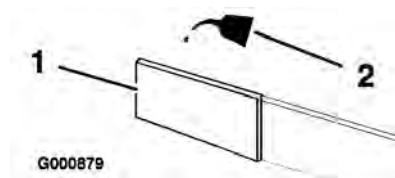

Figure 21
- C. Imbibez l'élément d'huile moteur fraîche (Figure 21) puis pressez l'élément pour éliminer l'excédent d'huile.